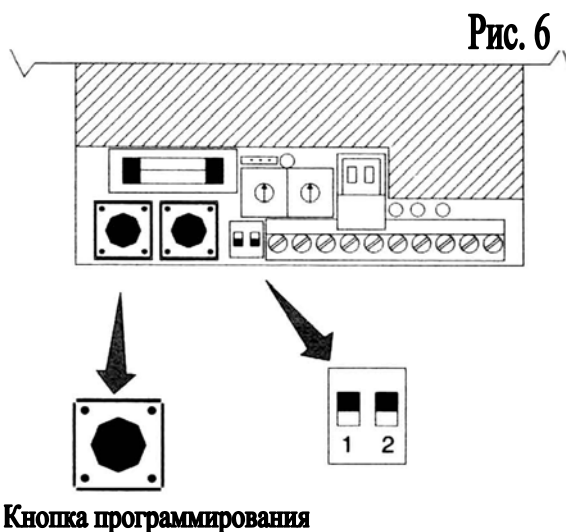

Рис. 6
- 2) Нажмите и держите в нажатом положении кнопку программирования на устройстве управления (Рис. 6).